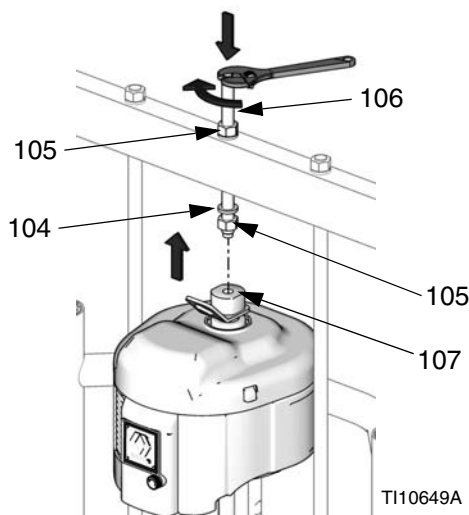

FIG. 29
- b. Monte la varilla roscada (106) a través del orificio central del travesaño. Monte las arandelas (104) y tuercas (105) de bloqueo en la varilla roscada (106), tanto encima como debajo del travesaño. Use una llave para sujetar el adaptador del anillo de izado (107) y apriete con otra llave la varilla roscada (106) al adaptador del anillo de izado. Vea FIG. 29.
- c. Apriete la tuerca (105) bajo el travesaño a (34 N•m) (25 lbs·pie) como máximo.
- d. Apriete la tuerca (105) encima del travesaño para bloquear el motor en su sitio.